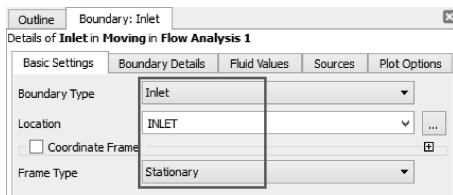

图 11-48 入口边界基本设置
(1) 在任务栏中单击边界条件按钮 , 在弹出的插入边界面板里输入名称为 “Inlet” 确定, 在基本设定中选择边界类型为 Inlet, 位置选择 INLET, 然后指定【Frame Type】为 Stationary, 如图 11-48 所示。